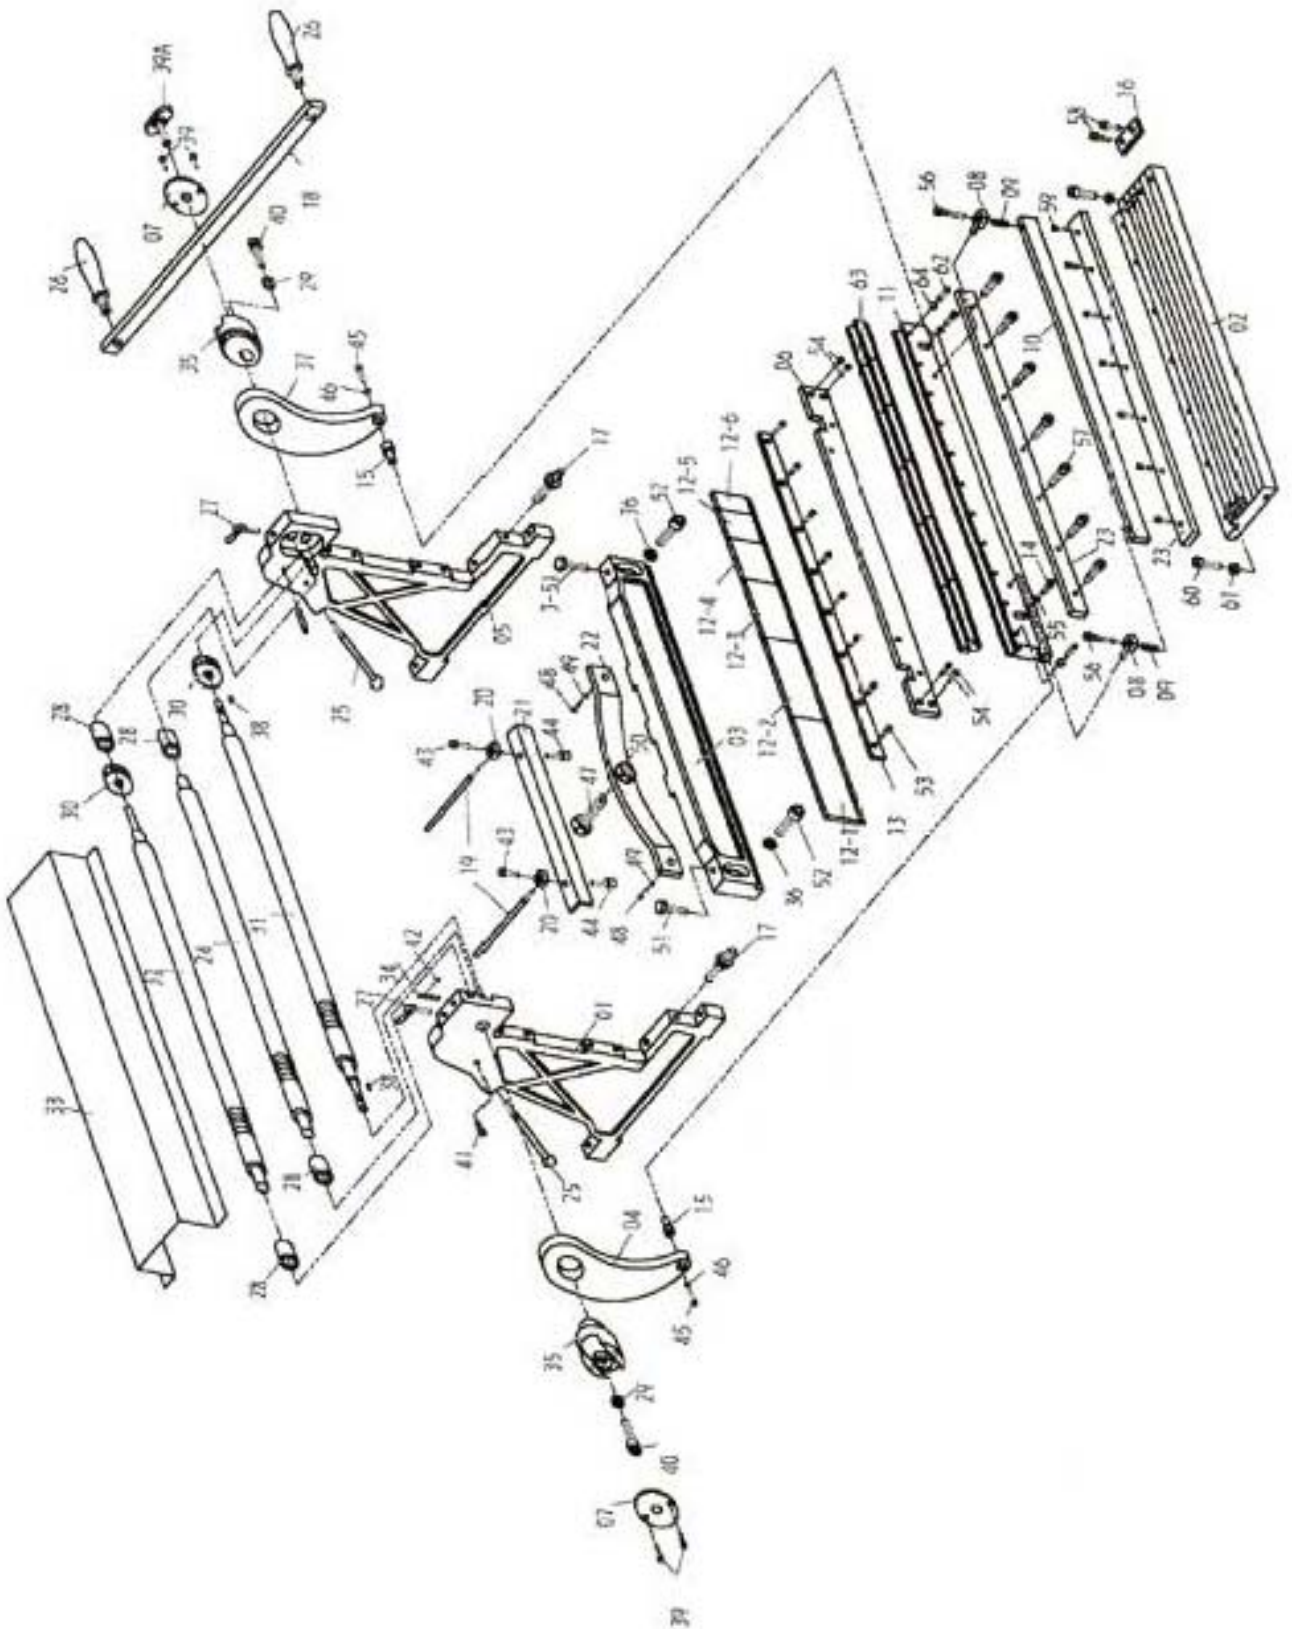

**Рис. 9**
1. Ослабьте барашковые винты (А, Рис. 9) с обеих сторон верхнего валка.
2. Ослабьте винт с шестигранной головкой под ключ (В, Рис. 9) и вращайте его по направ-